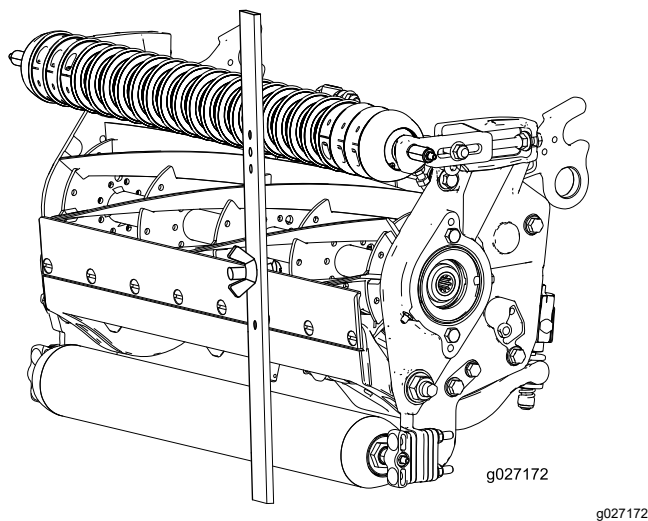

Figure 17
3. Accrochez la tête de la vis sur le bord tranchant de la contre-lame et appuyez l'arrière du gabarit contre le rouleau arrière (Figure 17).
4. Tournez la vis de réglage jusqu'à ce que le rouleau avant touche le gabarit (Figure 17).